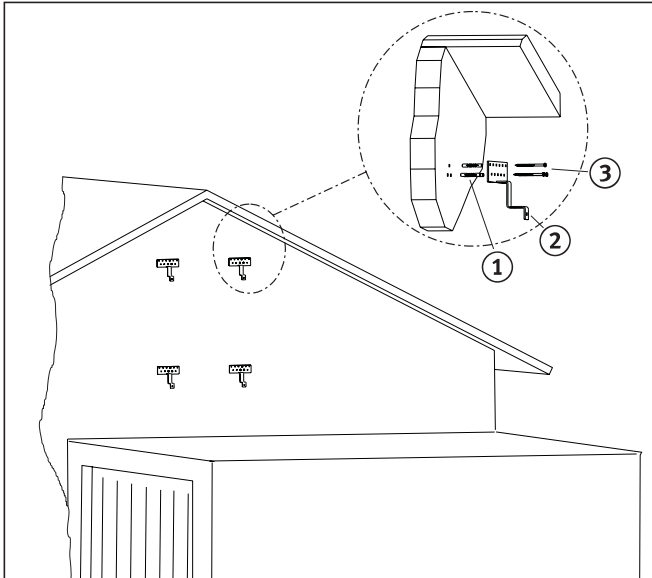

Abb. 6.8 Montage der Haltebügel
- Bohren Sie 10 mm-Löcher und setzen Sie Dübel (Abb. 6.8, Pos. 1).